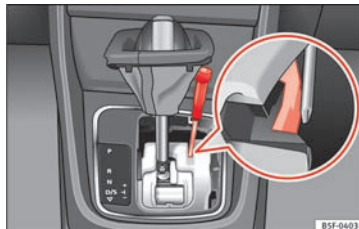

Fig. 55 Gearvælger: nødoplåsning fra parkeringsposition
- Tryk i siden på den gule udløserknap ved hjælp af skrue-trækkeren, og hold den inde » » **Fig. 55.**
- Tryk nu på låseknappen på gearvælgeren (A), og placer gearvælgeren i position **N**.